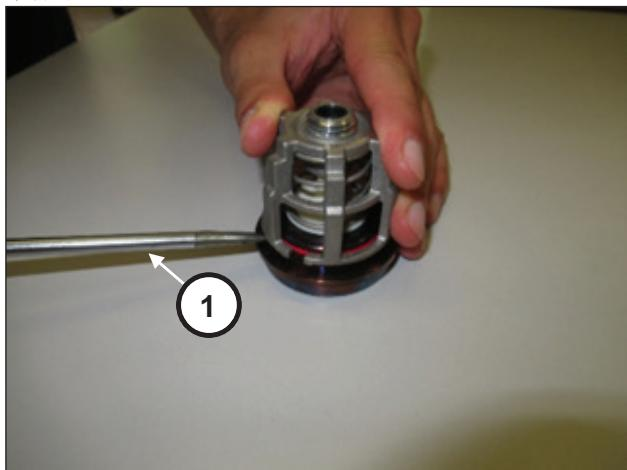

图 142
使用简单的工具(位置①, 图 142)撬动吸入阀组和排出阀组来拆卸它们。